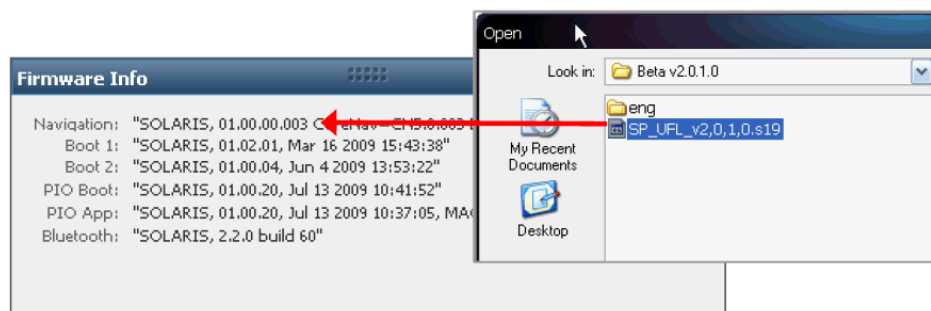

Figura 10: *Comparing Current & Installed Firmware*
20. Compare a versão atual Unified Firmware Image Firmware na pasta NAV Firmware com a versão instalada mostrada na janela *Firmware Info* (ver Figura 10).